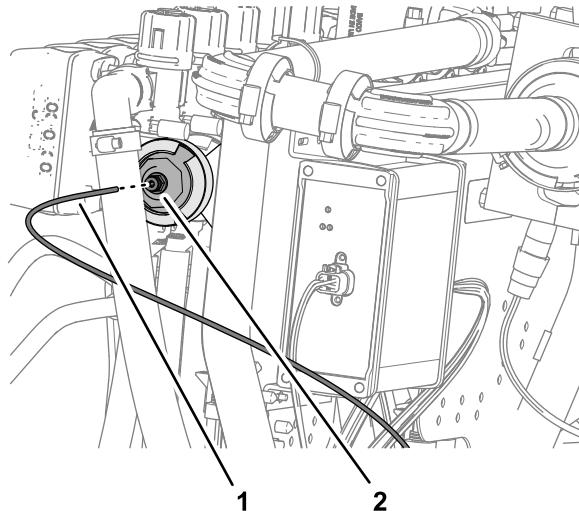

Bild 135
1. Fluchten Sie das Ende des Druckmessschlauches (Kunststoff) für das Druckmanometer im Armaturenbrett mit dem arretierenden Stellring der Schlauchkupplung aus (Bild 135).
2. Setzen Sie den Messschlauch in den arretierenden Stellring ein, bis er fest sitzt (Bild 135).